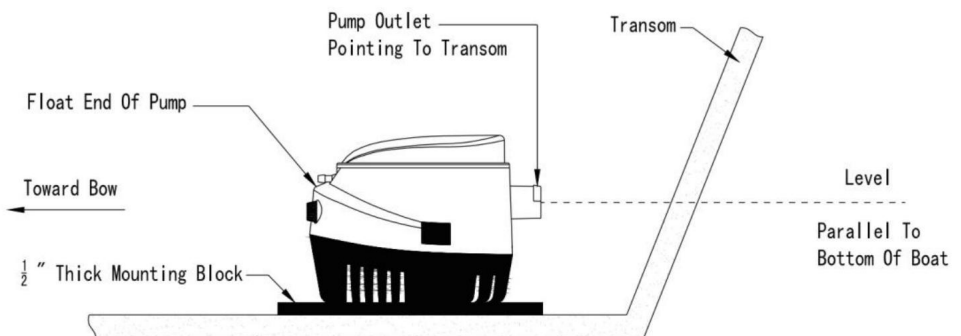

Figure 1
1. Upewnij się, że grubość kadłuba wynosi co najmniej 1/2". Jeśli nie, umieść blok sklejk morskiej o grubości 1/2" (nieco większej niż podstawa pompy) w najniższej części żęzy. Upewnij się, że w tej pozycji można zdjąć pokrywę pompy w celu jej wyczyszczenia. Przyklej sklejkę do kadłuba za pomocą wodoodpornego kleju (epoksydowego, silikonowego lub żywicy z włókna szklanego). Zobacz rysunek 1.
Upewnij się, że dysza wylotowa jest wypoziomowana. Jeśli jest skierowana w górę lub w dół, oznacza to, że jest śluza powietrzna. może tworzyć się w pompie. (Zobacz rysunek 1)
(Zobacz rysunek 1). Zapobiega to wyczerpaniu się wody w pompie podczas pływak jest nadal wystarczająco wysoko, aby uruchomić pompę.